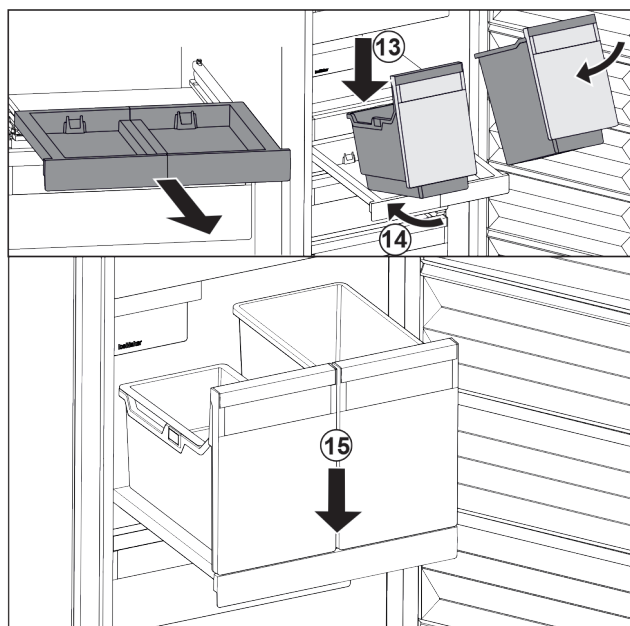

Fig. 124
- Posodo položite na izvlečno polico v poševnem položaju. Fig. 124 (13)
- Posodo potisnite v poševnem položaju proti zadnji strani. Fig. 124 (14)
- Posodo odložite spredaj. Fig. 124 (15)